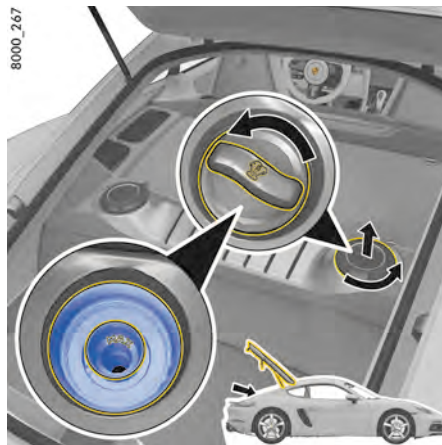

図 . 50: Cayman のクーラントリザーバータンク
2. ケイマン：キャップを反時計回りに回して取り外してください (図. 50)。
8. ケイマン：キャップを取り付け、時計回りに回してください (図. 50)。